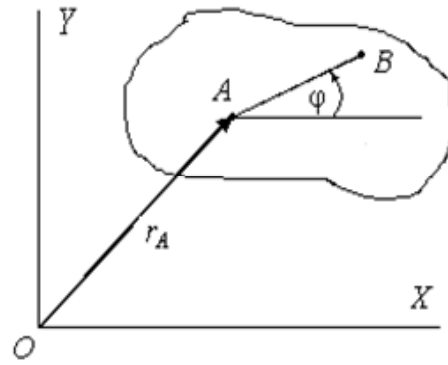

Рис. 24
24. При котором все точки твердого тела движутся в параллельных плоскостях (рис. 24).
25. На элементарные поступательные вместе с полюсом и вращательные вокруг полюса (рис. 24).
26. Три. Два уравнения $X_A = X_A(t)$ и $Y_A = Y_A(t)$ определяют поступательное движение твердого тела вместе с произвольно выбранным полюсом A. Третье уравнение $\varphi = \varphi(t)$ характеризует вращательное движение вокруг полюса (рис. 24).